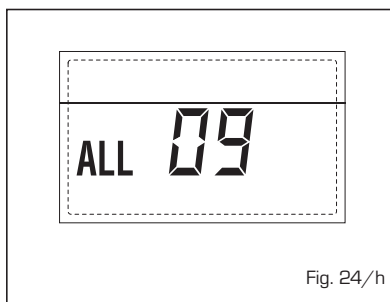

Fig. 24/h
- **ANOMALÍA SONDA AUXILIAR "ALL 10"** (fig. 24/l)
**CALDERA CON ACUMULADOR:** Anomalía sonda calentador (SB). Cuando la sonda del quemador está abierta o en cortocircuito, en el display se visualiza la anomalía ALL 10.